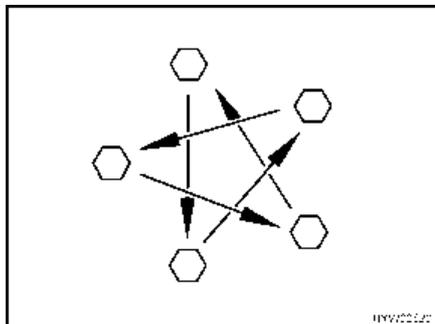

Fig. 286 Apretar las tuercas o los tornillos de las ruedas en forma de cruz
- Comprobar periódicamente que las tuercas o tornillos de las ruedas estén firmemente apretados. Reajustar en forma de cruz (Fig. 286) las tuercas o tornillos después de cambiar una rueda, al cabo de 50 km.
- ▷ Apretar en forma de cruz las tuercas o los tornillos de las ruedas (Fig. 286).